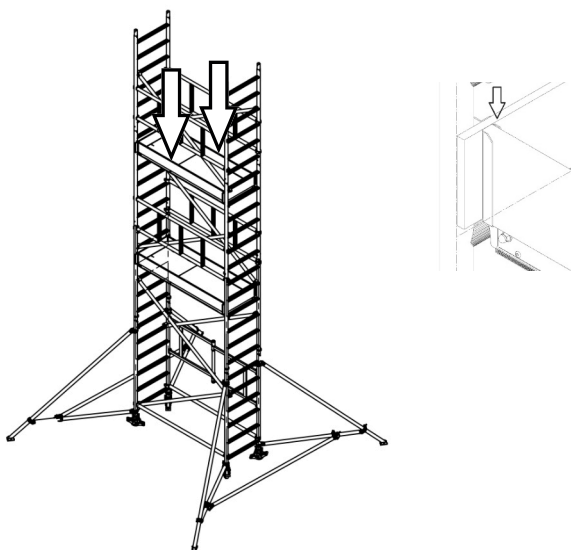

Rys. 84. Montaż stężeń skośnych
18. Zamontować kolejno stężenia skośne tak aby dolne haki były zamontowane na 1 szczeblach górne haki na 5 szczeblach licząc od drugiego podestu. Należy sprawdzić prawidłowe napięcie zabezpieczeń haków (Rys. 84).